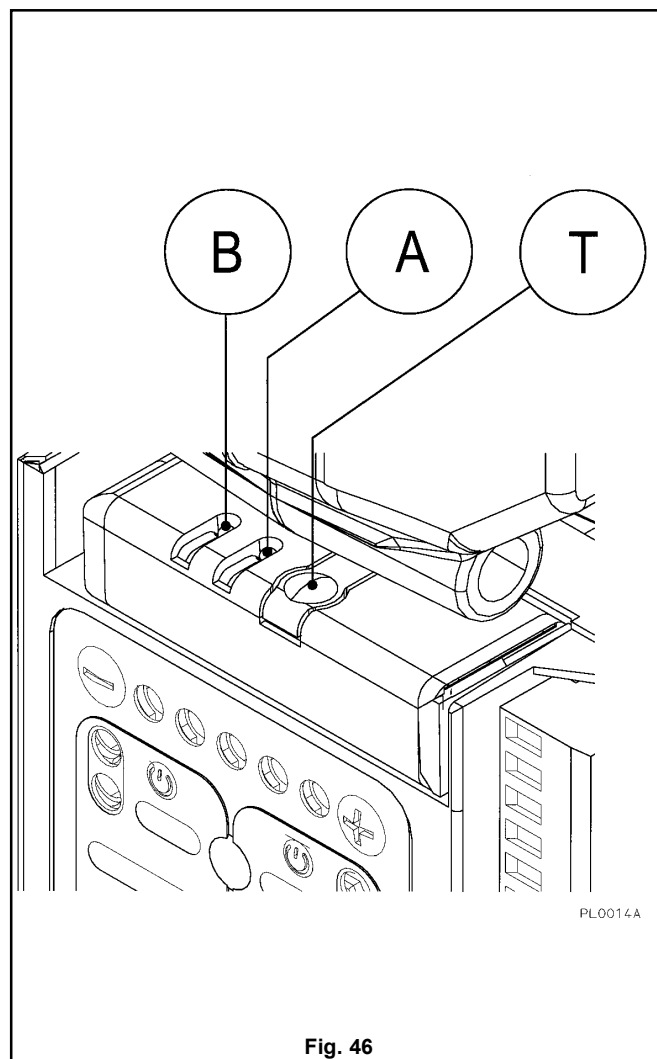

Fig. 46
Le récepteur (fig. 46) présente une touche (T) et deux leds (A et B).
- a) En appuyant une fois sur la touche T, le premier signal lumineux (A) s'allume puis se prépare à l'identification du canal 1.
- b) En appuyant sur la touche T une deuxième fois, le deuxième signal lumineux (B) s'allume puis se prépare à l'identification du canal 2.
- a) Pour assigner une touche de l'émetteur au canal 1 (PIETON), presser la touche lorsque le led A (fig. 46) est allumé. L'opération est validée lorsque le led s'allume et s'éteint. afin de mettre en évidence qu'il s'agit de la phase d'identification, le signal lumineux s'allume et s'éteint.
- a) Garder le doigt appuyé sur la touche T (fig. 46).